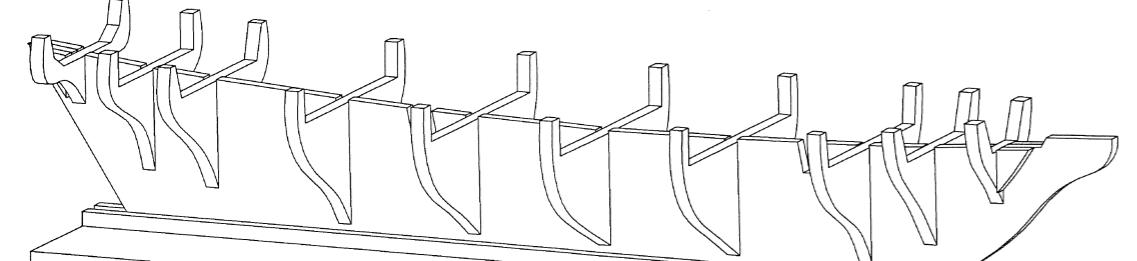
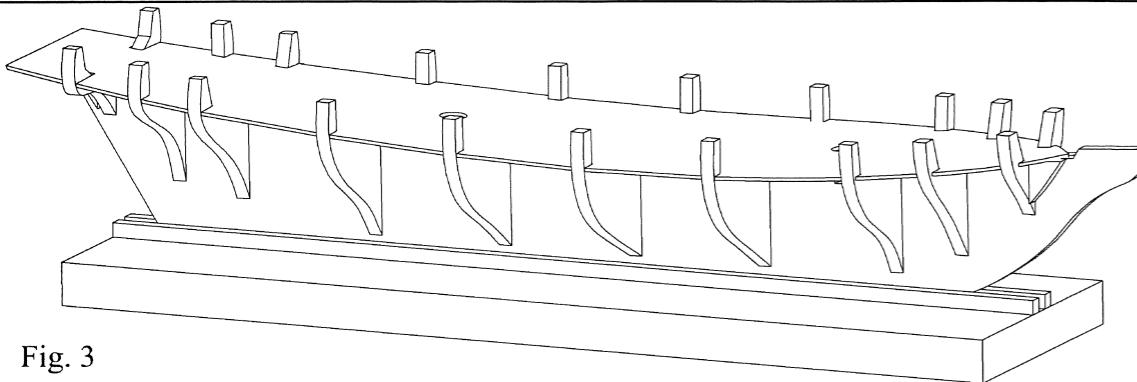

Fig. 2
Fig. 3
2) Montare SENZA INCOLLARE le ordinate 1 ... 10 nei rispettivi incastri sulla chiglia 14 (fig. 2). Durante il montaggio a secco, assicurarsi che nessuna delle parti vada a forzare negli incastri: è pre-feribile che ci sia un leggero gioco. Porre, quindi, negli incastri la coperta #16. Contrallare l'allineamento della struttura osservandola di fianco. La coperta deve formare una linea curva senza ondulazioni mentre, vista di fronte, presenta una leg-gera curvatura convessa senza svergolature. Quando si è sicuri che, osservando la struttura da diverse angolazioni, tutte le linee hanno un andamento corretto, smontare completamente e ricominciare il montaggio incollando tutte le parti dall'1 al 10, seguendo l'ordine numerico. Incollare quindi la coperta #16 (fig. 3). Davanti alla ordinata #1 incollare sulla chiglia il riempimento di prua #11.
2) Monter, sans coller, les couples 1 ....10 dans les emboîtements respectifs sur la quille 15 (fig.2). Pendant le montage à sec, s'assurer qu'aucune des parties ne force dans les emboîtements respectifs: il est préférable qu'il y ait un certain jeu. Contrôler l'alignement de la structure: l'observant de côté, le pont doit former une ligne courbe sans ondulations tandis que, vu de front, il présente une légère courbure convexe, sans défauts. Quand on est sûrs que, observant la structure de différents côtés, toutes les lignes ont une allure correcte, démonter complètement et recommencer le montage collant toutes les parties du n.1 au n.10 suivant l'ordre numérique. Donc coller le pont #16 (fig.3). Devant la couple #1 coller sur la quille le remplissage d'avant #11.
- 2) Die Spanten 1..10. ohne Klebstoff, in die entsprechenden Einschnitte am Kiel 14 (Bild 2) einfügen. Bei dieser Trockenmontage darauf achten, daß die Teile nicht mit Druck in die Einschnitte gepaßt werden, sondern ein leichter Spielraum vorhanden bleibt. In der Folge das Deck #16 in die Einschnitte einfügen. Die Linienführung von der Seite aus kontrollieren. Das Deck muß eine gebogene Linie ohne Wellen bilden, während sich von vorne gesehen eine leicht konvexe, nicht verzogene Wölbung ergibt. Die Konstruktion aus verschiedenen Blickwinkeln betrachten und wenn die Linienführung stimmt, alles noch einmal auseinandernehmen und mit dem eigentlichen Zusammenbau beginnen. Die Teile 1 bis 10 in numerischer Reihenfolge kleben. Anschließend das Deck #16 (Bild 3) kleben. Die Bugfüllung #11 vor den Spant #1 auf den Kiel kleben.